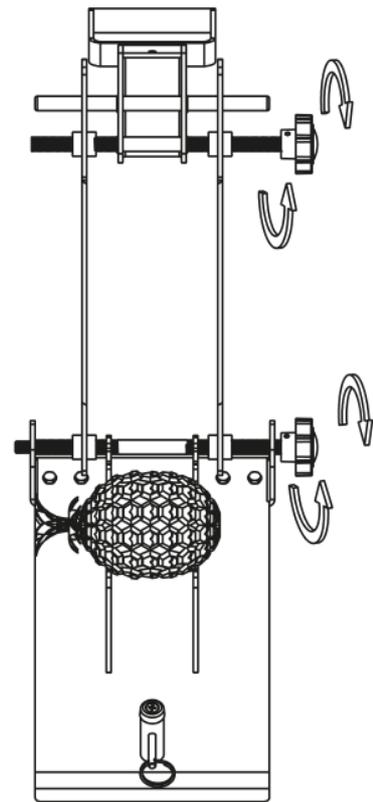

Figure 4
- Ajustez la largeur des lames à l'aide des leviers de réglage et de la règle présente sur l'appareil en fonction de la taille de l'ananas utilisé. (Figure 4) Assurez-vous que les lames sont parallèles.